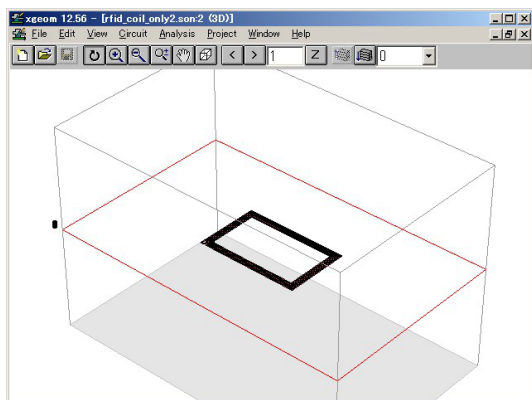

図6 巻線インダクタのみの解析モデル
■モデル 図 6 は図 1 の 13MHzRFID タグの巻線インダクタ部分のみを取り出したモデルで，表 3 は詳しい諸元です．図 7 は port 付近の拡大図です．右の port は Sonnet のどのグレードでも使用できる internal port と呼ぶ port 構造で，左の port は Sonnet Professional 版のみで使用できる port 構造です．13.56MHz では，どちらの port を使っても結果